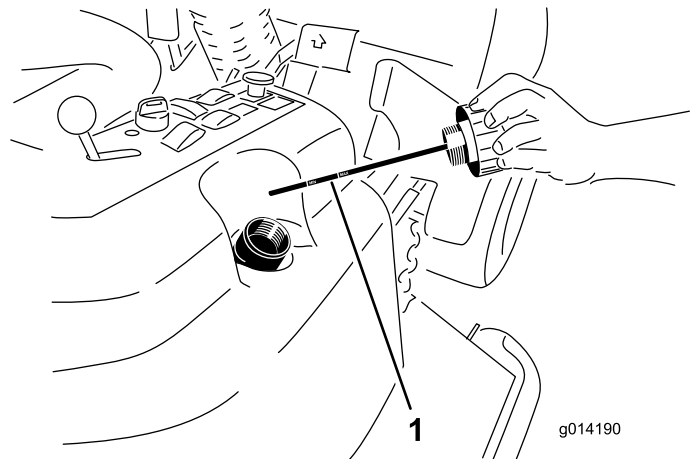

Figura 50
4. Retire el tapón de llenado de fluido hidráulico (Figura 50) del cuello de llenado.
5. Retire la varilla y límpiela con un paño limpio (Figura 50).
6. Introduzca la varilla a fondo en el cuello de llenado; luego retírela y compruebe el nivel del fluido (Figura 50).